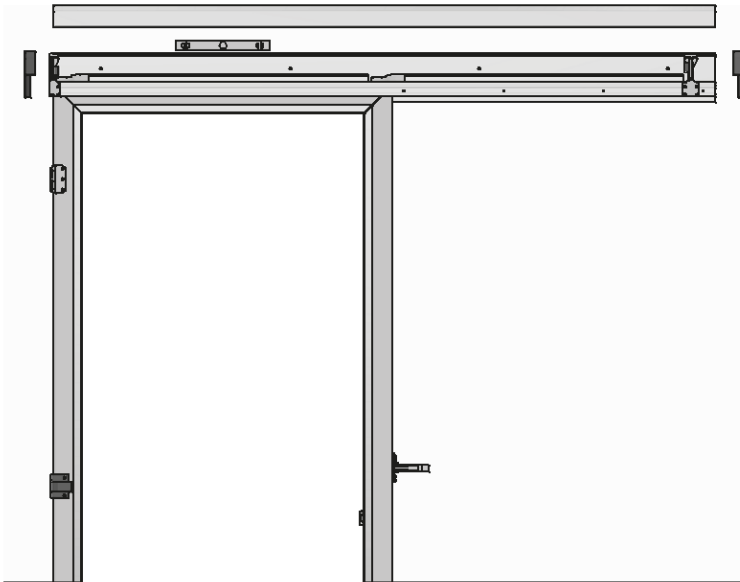

Fig. 4
- Rimuovere dalla guida superiore il carter in alluminio e le testate laterali nere, posizionare la guida perfettamente orizzontale e in battuta sul telaio (Fig. 4); forare il pannello con punta Ø13mm e fissare la guida con i tiranti in nylon forniti (Fig. 5). Procedere allo stesso modo per la guida inferiore (effettuare 2 fori per porte con luce porta inferiore a 1,8m e 3 fori per luce porta uguale o maggiore a 1,8m).
- Rimuovere dalla guida superiore il carter in alluminio e le testate laterali nere, posizionare la guida perfettamente orizzontale e in battuta sul telaio (Fig. 4); forare il muro con punta Ø8mm e fissare la guida con i tasselli forniti (Fig. 5). Procedere allo stesso modo per la guida inferiore (effettuare 2 fori per porte con luce porta inferiore a 1,8m e 3 fori per luce porta uguale o maggiore a 1,8m).